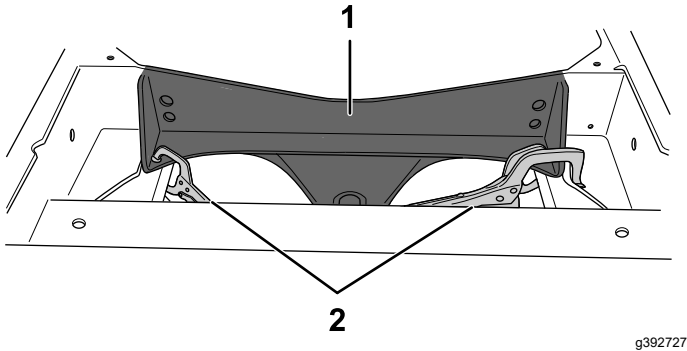

Figura 12
1. Coloque el soporte del eje de sustitución en su lugar. Fíjelo con abrazaderas y placas de sujeción metálicas, tal y como se muestra en la Figura 12. Asegúrese de que el soporte del eje queda alineado con el bastidor existente y de que no haya ningún hueco.